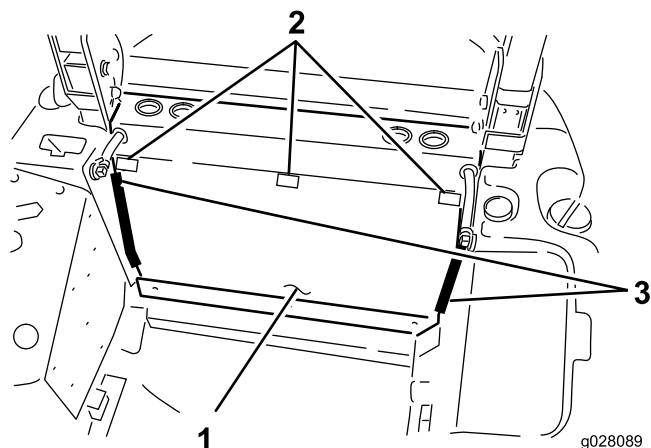

図 57
2. 後パネルを取り付け位置にセットし、上部にある取り付け穴をフレームのクロス部材の穴に合わせる 図 57。